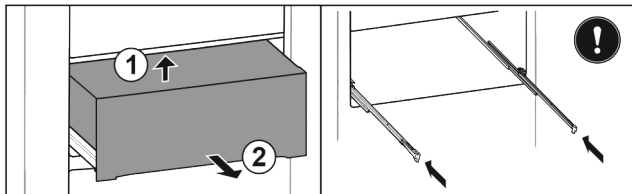

Fig. 29*
- ▶ Ridicați de jos spate Fig. 29 (1).*
- ▶ Extrageți spre înainte Fig. 29 (2).*